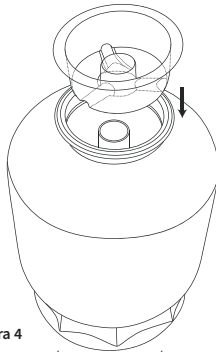

Figura 4
b. Coloque la tapa plástica para cubrir la boca del tubo interno, y de esta manera la arena se pueda cargar al filtro sin invadir de arena el tubo central (Ver figura 4).